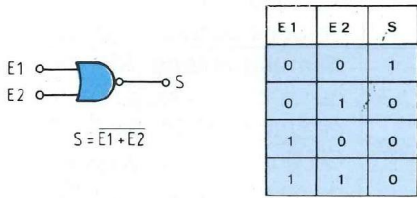

Fig. 1 : Porte NON OU à deux entrées, et sa table de vérité.
On la matérialise en insérant, sur le support d'un module "portes logiques", le circuit intégré CD 4001 (attention à son orientation), recouvert de la contre-façade symbolisant le NON OU. En alimentant le module sous 5 V (câble de distribution et fiche coaxiale), puis en effectuant toutes les combinaisons possibles des états logiques appliqués aux entrées et en observant les états correspondants des sorties (0 si la DEL est éteinte, 1 si elle s'allume), il est facile de dresser la table de vérité de la figure 1.
- 3 - Comparer la table qu'on vient de construire à celle de la figure 1. Pour chaque combinaison des entrées, on
retrouve les mêmes états en sortie. Les deux montages (figures 1 et 2) effectuent donc la même opération, ce qui établit l'égalité :